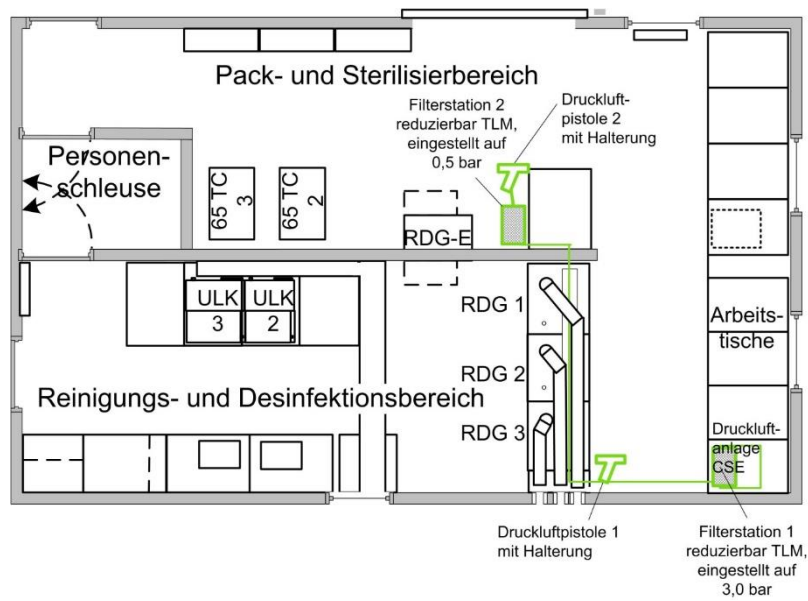

Abb. 7: Druckluftanlage CSE Übersicht
- ♦ Verlegen Sie den Druckluftschlauch ¼“, DR2 - DR3, L 12,5 m durch die Schlauchkanäle R11 und R10 und durch den Versorgungssockel zur Filterstation 2 (siehe Abb. 7:).
- ♦ Positionieren Sie den Druckluftkompressor auf dem Wagen Kompressor am Aufstellort (siehe Abb. 7:).